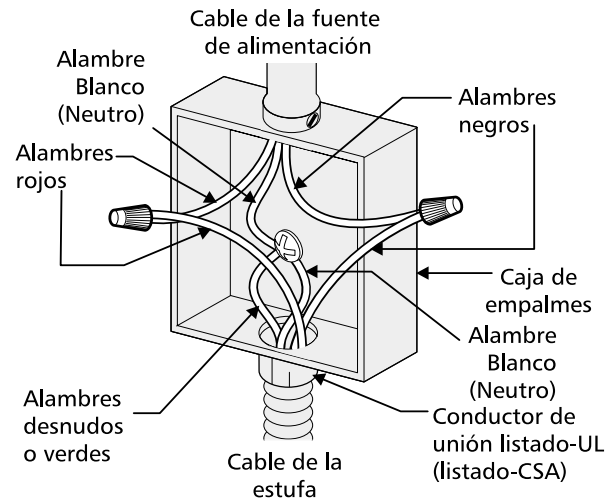

Figura 2 - Sistema eléctrico (ejemplo: caja de empalmes) de 3 alambres (a tierra neutra)
Donde los códigos locales permitan la conexión del conductor de gabinete-puesta a tierra con el alambre neutro (blanco) de la caja de empalmes (vea figura 2)
2. En el disyuntor, caja de fusibles o la caja de distribución: conecte el artefacto y los cables de la residencia como se muestra en la figura 2.